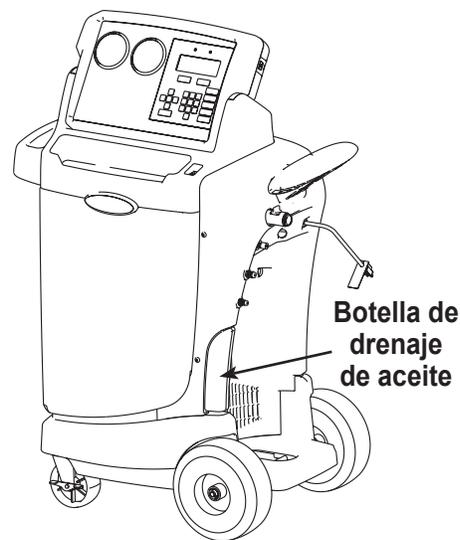

Figura 11
1. Verifique que la botella de drenaje de aceite en el lado de la unidad esté vacía. Consulte la Figura 11. Recupere el refrigerante según se describe en este manual en Recupere el refrigerante de un vehículo.